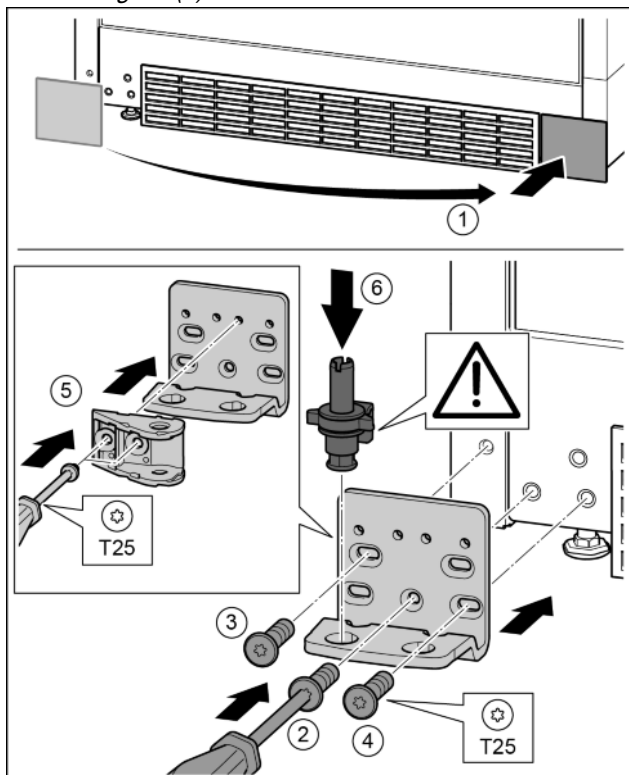

Fig. 36
- ▶ Zdjąć osłonę i założyć z drugiej strony. *Fig. 36 (1)*
- ▶ Płytkę zawiasu założyć z drugiej strony i przykręcić przy pomocy śrubokręta T25. Rozpocząć śruby 2 dolnej umieszczonej na środku. *Fig. 36 (2)*
- ▶ Dokręcić śrubę 3 i 4. *Fig. 36 (3, 4)*
- ▶ Połączenie amortyzatora zamykania obrócić o 180°. Przykręcić z drugiej strony płytki zawiasu przy pomocy śrubokręta T25. *Fig. 36 (5)*
- ▶ Założyć cały sworzeń płytki zawiasu. Przy tym zwrócić uwagę, by krzywka zatraskowa wskazywała do tyłu. *Fig. 36 (6)*